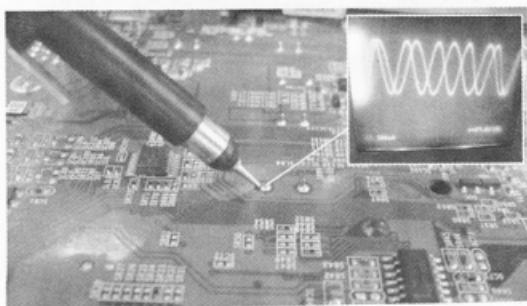

图 5-31 27MHz 波形
(5) 测量 27MHz 时钟正常 (注：示波器问题导致重影)，如图 5-31 所示。